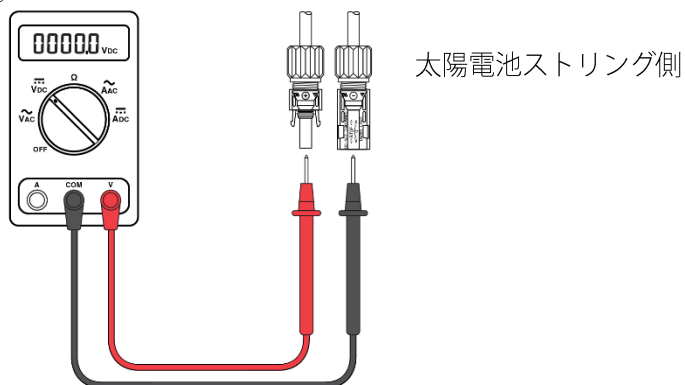

図 12: 入力に接続する太陽電池ストリングの極性を確認
7. 安全手順とプロトコルに従って電圧を測定し、入力Aに接続される太陽電池ストリングの極性を確認してください。図 12 参照。